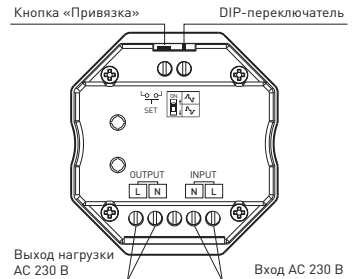

Рис. 3. Элементы питания и управления панели
- 3.2. Ознакомьтесь с элементами питания и управления панели (см. рис. 3).